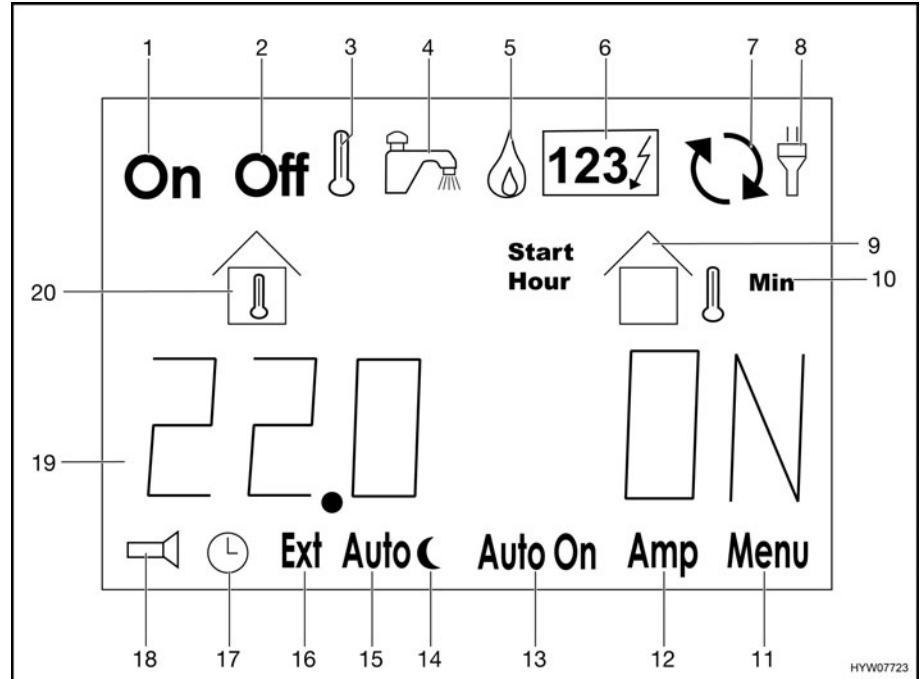

Fig. 153 Visualizaciones en el display LCD
En la línea de información (Fig. 153,19) se visualizan en forma de texto indicaciones de temperaturas, tiempos y estados de funcionamiento o también mensajes de error.
- Presionar la tecla ">" (Fig. 152,4) hasta que el símbolo "🔥" (Fig. 153,5) parpadee.
- Presionar la tecla ">" (Fig. 152,4) hasta que el símbolo "123/4" (Fig. 153,6) parpadee.
- Pulsar la tecla "▷" (Fig. 152,4). El símbolo "Off" (Fig. 153,2) parpadea.
- Pulsar la tecla "+/On" (Fig. 152,3). El símbolo "On" (Fig. 153,1) parpadea. La calefacción arranca automáticamente.
- Pulsar la tecla "▷" (Fig. 152,4). El símbolo "On" (Fig. 153,1) parpadea.
- Pulsar la tecla "-/Off" (Fig. 152,5). El símbolo "Off" (Fig. 153,2) parpadea. La calefacción se desconecta.
- Presionar la tecla "▷" (Fig. 152,4) hasta que parpadee el símbolo "Menu" (Fig. 153,11).
- Cuando en la línea de información (Fig. 153,19) se visualice "OF", pulsar la tecla "▷" las veces que sean necesarias para que se visualice "PU".